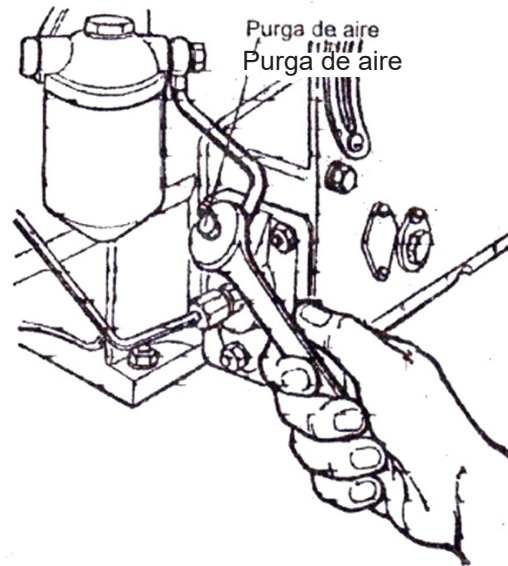

Figura 2. Purga de aire de la cañería de combustible (para cuando se queda sin gasoil).
f. Si hay aire en la línea de cañería de combustible, afloje la tuerca en el caño de la bomba de inyección para purgarlo de aire, ver figura 2.